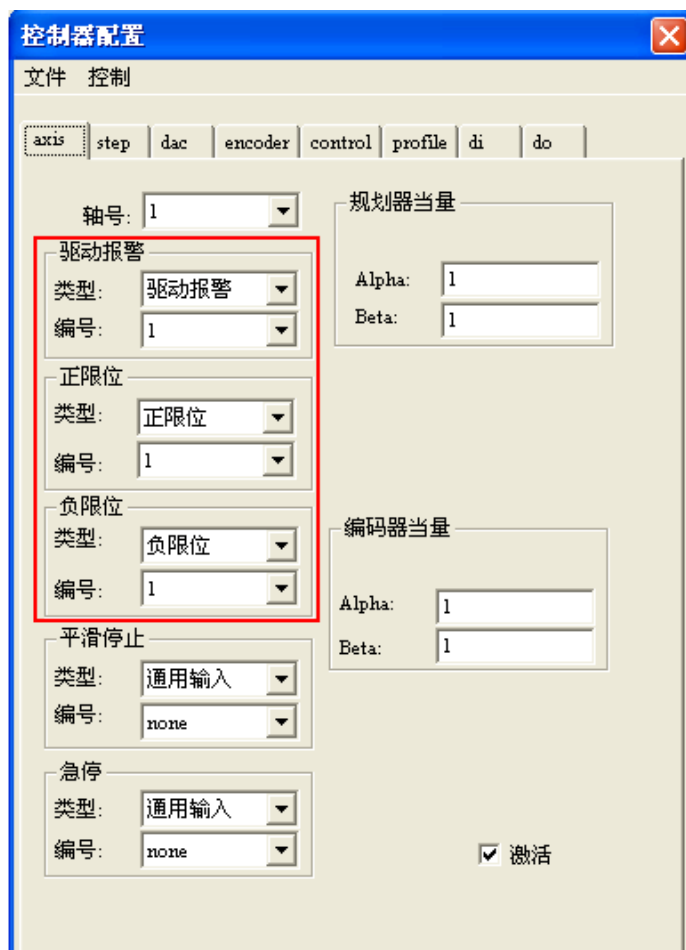
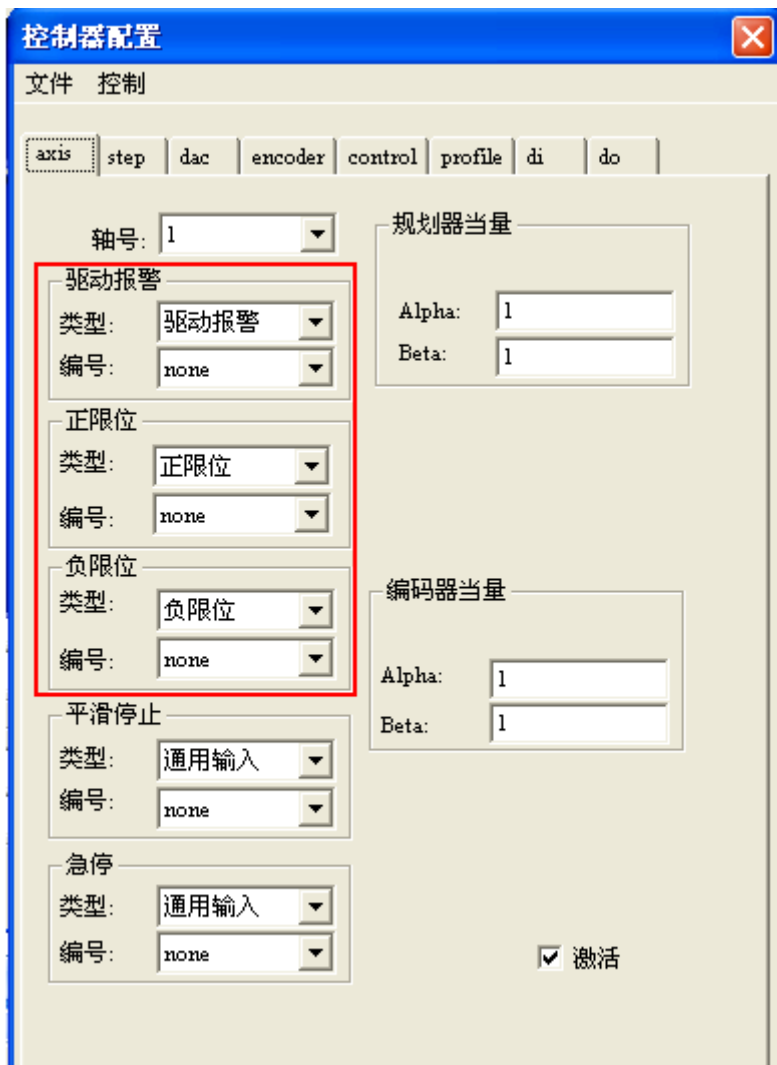

图 4-5 控制器配置模块对话框
图 4-6 无效限位以及驱动报警设置
1) 以第 1 轴为例，操作如下：点击 MCT2008 主界面菜单“工具”-->“控制器配置”，将会弹出控制器配置模块对话框。如图 4-5 所示。
- 2) 图 4-5 中显示 “axis”配置状态为轴 1 的驱动报警绑定在 1 号驱动报警信号上，正限位绑定在 1 号正限位信号上，负限位绑定在 1 号负限位信号上。此时，由于未接传感器，而控制器默认状态下以上信号都是触发的。因此，应将以上信号无效掉，即各编号设置为“none”，操作如图 4-6 所示：
1) 启动 MCT2008，如图 4-4 所示，复位控制器。点击主界面菜单“工具”->“控制器配置”，将会弹出控制器配置模块对话框，如图 4-5 所示。首先，将轴 1 的报警无效掉，如图 4-6 所示。接着，将标签页切换到“dac”标签页，选择 dac 编号 1，将 dac 绑定到轴 1 上输出，其他的设置采取默认的设置，如图 4-9 所示：
(4) 对话框右边的一排按钮可以对轴进行一些操作。
- a) 控制器存在伺服报警，此时请按图 4-6 重新进行设置并按图 4-8 写入到控制器中。